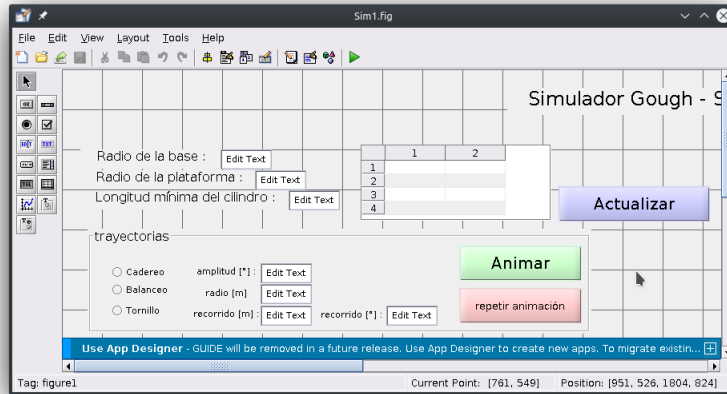

Figura 3.2: Entorno GUIDE.
- Desde la ventana mostrada en la figura 3.2 seleccione el menú **Herramientas** y oprima la opción **ejecutar**. La interfaz gráfica será inicializada con los valores precargados en el código fuente.